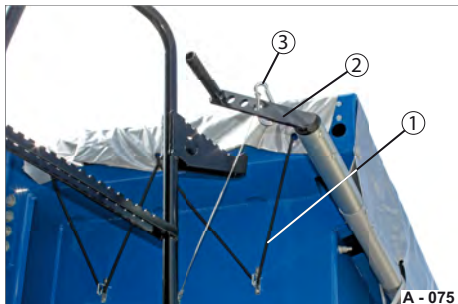

Abb. 66 Handkurbel / Plane vorne sichern
- ▶ Befestigen Sie den Karabiner (Abb. 66/3) an der Handkurbel (Abb. 66/2).
- ▶ Hängen Sie die Gummiseile (Abb. 66/1) auf die Haken an der Stirnwand ein - rechts und links.